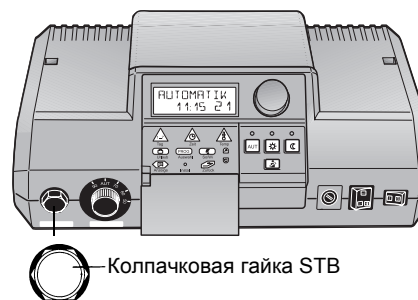

Рис. 6
- Чтобы деблокировать предохранительный ограничитель температуры, нужно отвернуть колпачковую гайку на STB и нажать расположенную под ней кнопку подавления помех (рис. 6).